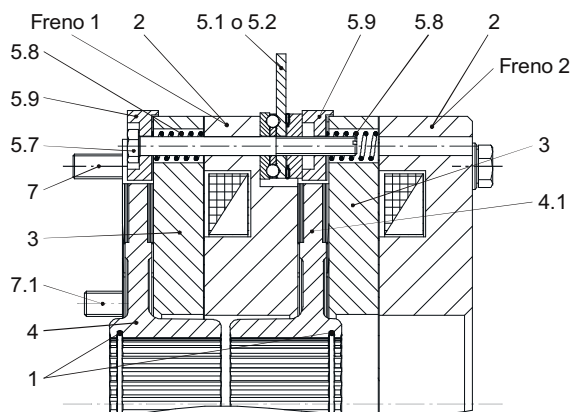

Fig. 5
1. Spingere manualmente il rotore 1 (4) con l'O-ring (1) sull'albero dentato esercitando una leggera pressione (il lungo collare del rotore non è orientato verso la parete della macchina). Assicurarsi della facilità di azionamento della dentatura. Non danneggiare gli O-ring.
2. Spingere il corpo del freno 1 sopra l'albero e il collare del rotore 1 (4) (fori di fissaggio allineati rispetto ai fori filettati sulla parete della macchina). Inserire – distribuite uniformemente – 4 viti a testa esagonale (7.1) con rondelle (7.2) nel corpo del freno 1 dotato di ventilatore manuale montato e regolato in fabbrica (in funzione del tipo) e poi stringere uniformemente **con chiave dinamometrica e coppia di serraggio 300 Nm**.
3. Spingere manualmente il rotore 2 (4.1) con l'O-ring (1) sull'albero esercitando una leggera pressione in modo che la guarnizione d'attrito poggia sul corpo del freno 1 (il lungo collare del rotore è rivolto verso la parete della macchina). Assicurarsi della facilità di azionamento della dentatura. Non danneggiare l'O-ring.
4. Spingere i 2 ceppi di trazione (5.9) per il corpo 2 con la sporgenza in direzione del diametro esterno del freno e del disco dell'indotto (3) (vedi fig. 5) sulle 2 viti a testa esagonale (5.7).